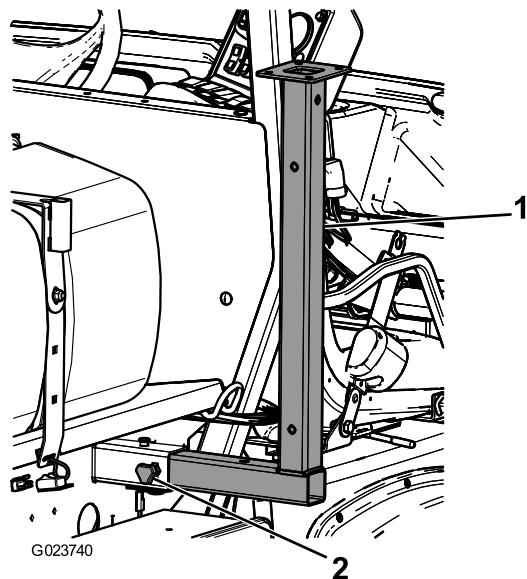

図 47
1. 車両前部のロープ掛けポイントの近くのフレーム部に、前ジャッキスタンドを逆さにして差し込む 図 47